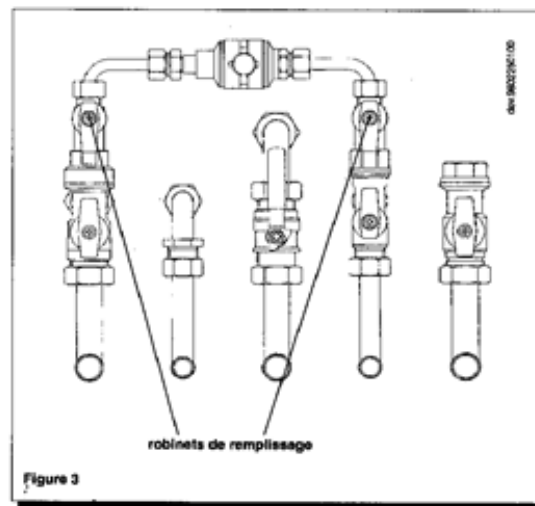

Figure 3
Important: Vérifiez périodiquement que la pression lue sur le manomètre (12) lorsque l'installation est froide soit de 0,5 - 1 bar. En cas de surpression, manœuvrez le robinet de vidange de la chaudière (photo 1). Si la pression est inférieure, manœuvrez simultanément les robinets de remplissage de la chaudière (figure 3).